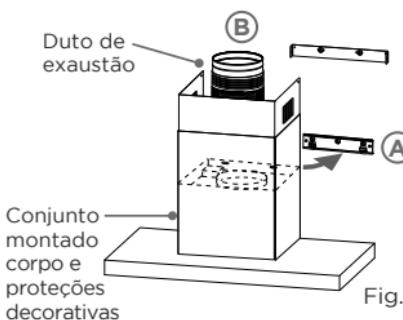

Fig. 15
- Encaixe o conjunto montado corpo e proteções decorativas no gancho do suporte do corpo ("A" - Fig. 15).
- Encaixe agora o duto de exaustão na saída de ar na parte superior do corpo da coifa ("B" - Fig. 15).